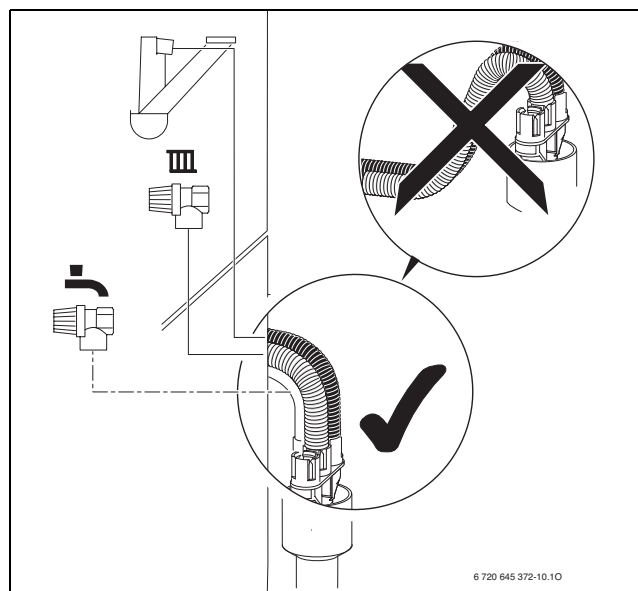

Bild 14
- Schlauch vom Sicherheitsventil an Ablaufgarnitur anschließen (→ Bild 14, Seite 19).